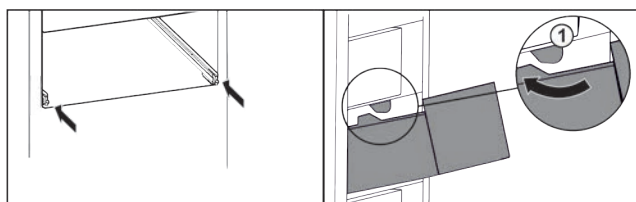

Fig. 31
- ▶ Обведите выдвижной ящик вокруг стопора Fig. 31 (1).*